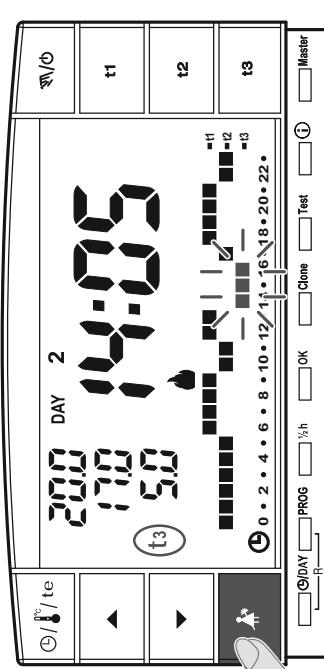

fig. 48
- Solo con el programa funcionando (**P 01 ÷ P 03**), presionando la tecla “*” se apaga el servicio conectado por 3 horas y el cronotermostato funcionará con temperatura **t3 Ausencia**. La activación de esta función se visualiza en **t3** en la escala de 24h por tres dígitos que parpadean en las 3 horas, comenzando por la actual (ejemplo fig. 48).